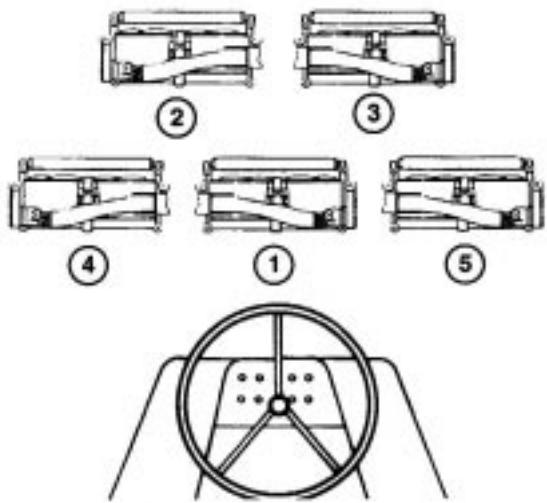

図1
1. 図1を参照して、マシンへの搭載位置に合わせて全部のカッティングユニットを床に並べる：右カッティングユニット（すべて同じ製品）はNo.1, No.3, No.5ユニットとなる。左カッティングユニット（両方とも同じ製品）はNo.2, No.4ユニットとなる。